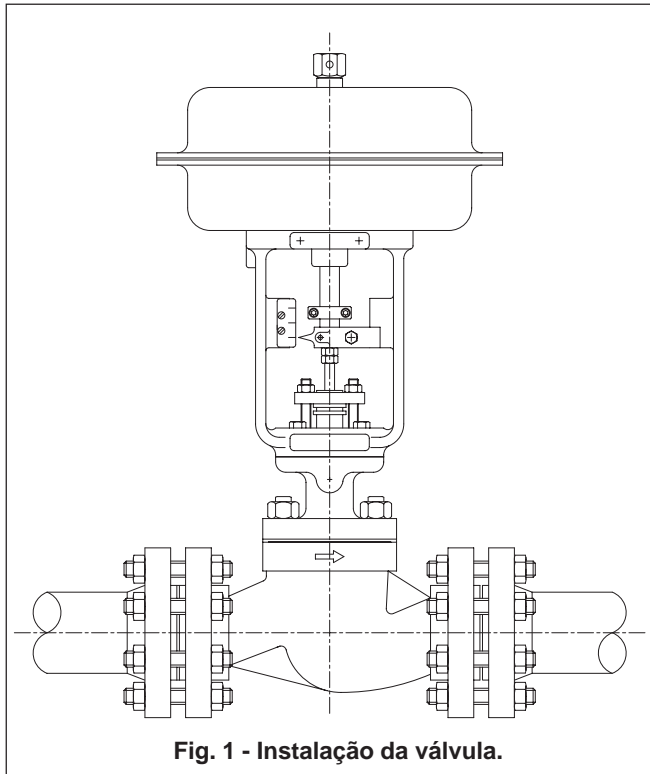

Fig. 1 - Instalação da válvula.
6. A posição de instalação deve ser de maneira que o atuador fique sobre a válvula e na posição vertical (fig. 1). Caso seja impossível, deve-se buscar a posição mais próxima da vertical. A posição horizontal deve ser evitada e em alguns casos deverá haver um suporte para o atuador.